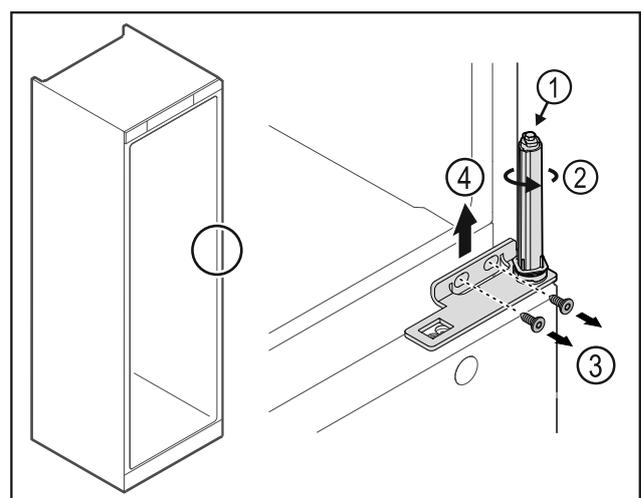

Fig. 27
- ▶ Türschließsystem nicht zerlegen Fig. 27 (1).
- ▶ Schließsystem Fig. 27 (2) drehen, bis es klickt.
- Schrauben Fig. 27 (3) lösen, Scharnierwinkel nach oben abnehmen Fig. 27 (4).